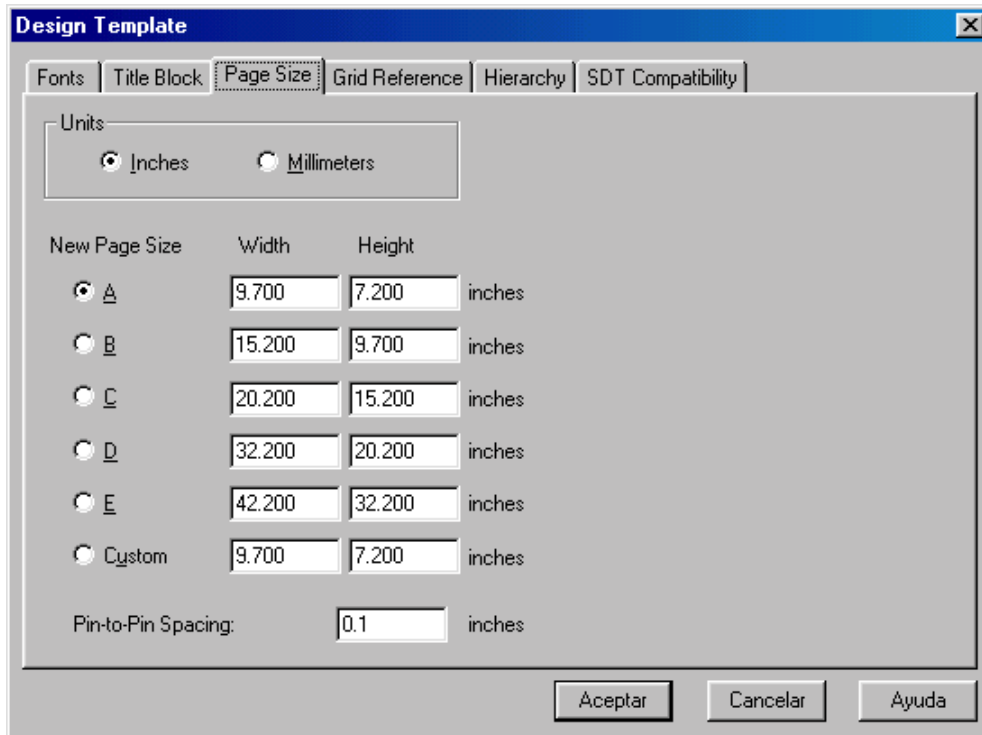

Figura 16: Ventana Page Size,( Design Template).
- **Design Template** (*Designación general*). Muestra una ventana de diálogo, ver **Figura 16**, a través de la cual configurar parámetros a nivel general del proyecto que se está realizando, tales como: